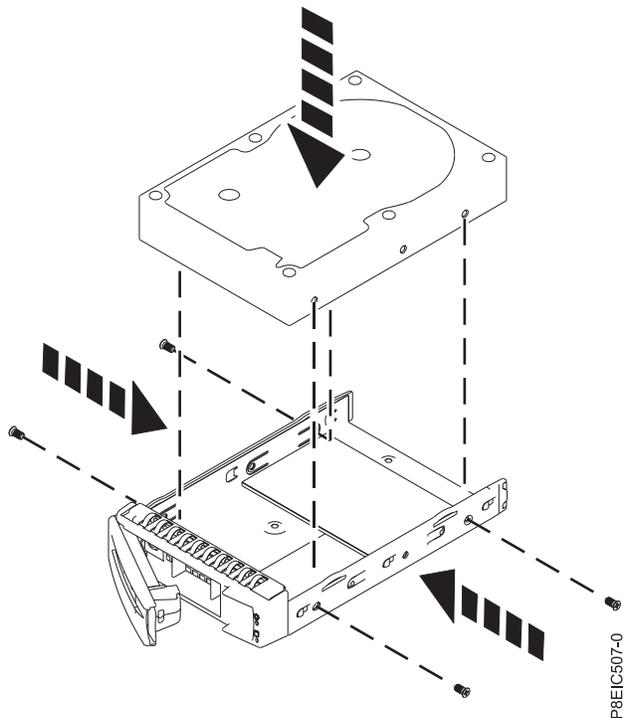

Figura 59. Montando a unidade de 3,5 polegadas na bandeja
- Uma unidade de 3,5 polegadas preenche a bandeja, conforme mostrado em Figura 59. Prenda a unidade às laterais da bandeja com quatro parafusos (2 de cada lado).